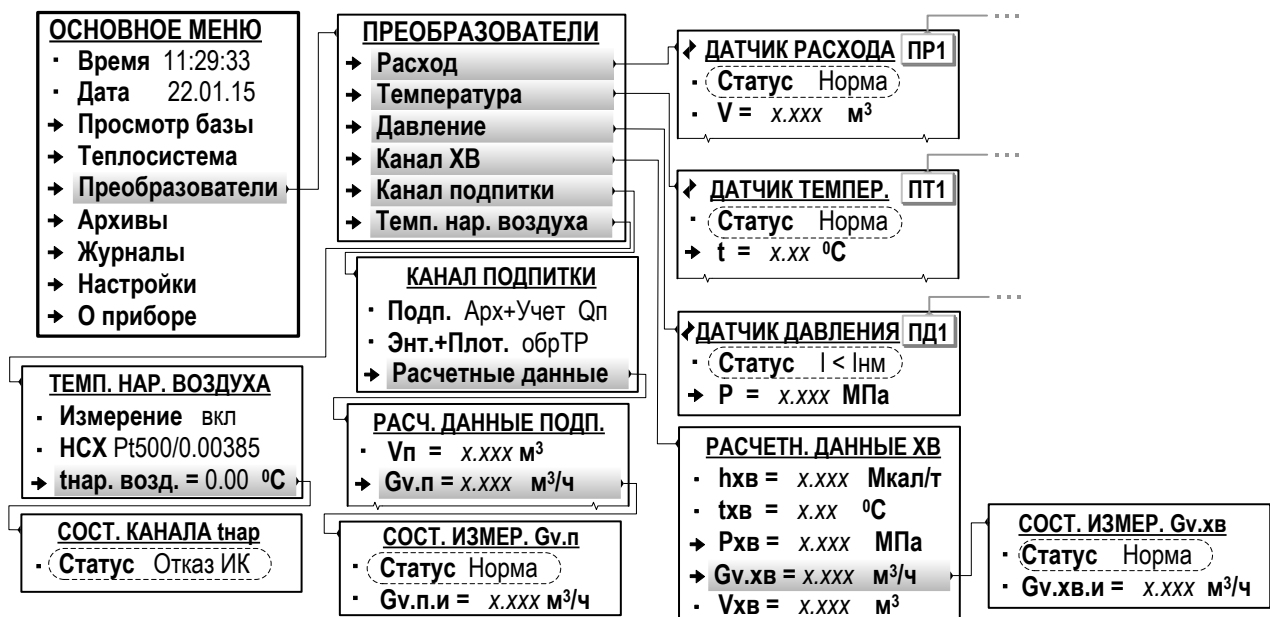

Рис.40. Отображение информации о состоянии ПР, ПТ и ПД (режим РАБОТА).
7.6.5.3. Текущая информация о состоянии преобразователей расхода, температуры и давления отображается как значение параметра **Статус** в соответствующих подменю, входящих в меню **Преобразователи** (рис.40).